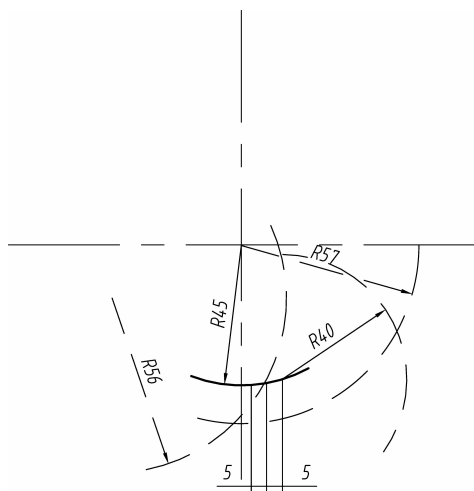

图 3-18 扇形初始形成图
(4) 将  $R56$  的圆旋转  $-72^\circ$ ,得到如图 3-18 所示图形。